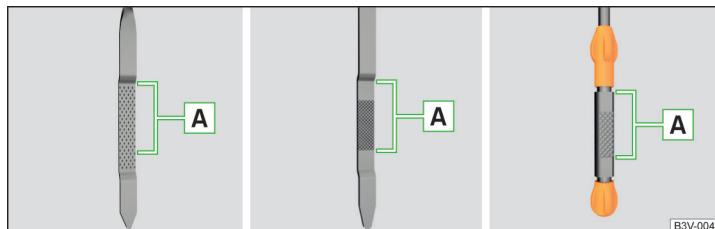

Fig. 146 Prezentarea în principiu: Joja de ulei
Joja de ulei » fig. 146
- Nivelul uleiului nu trebuie să fie în niciun caz sub sau deasupra domeniului  » fig. 146 - există pericol de deteriorare motorului, precum și a instalației de evacuare a gazelor arse.